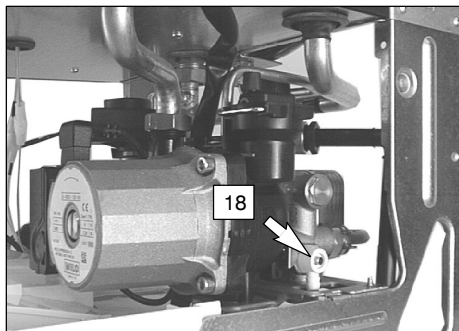

fig. 9.4
- 2 Allentare il rubinetto di svuotamento caldaia 18 in fig. 9.4